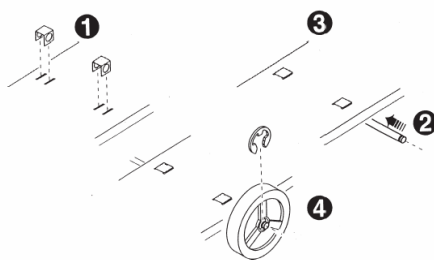

Abbildung 2-2
1.3.2 Montage des Rads wie in Abbildung 2-2